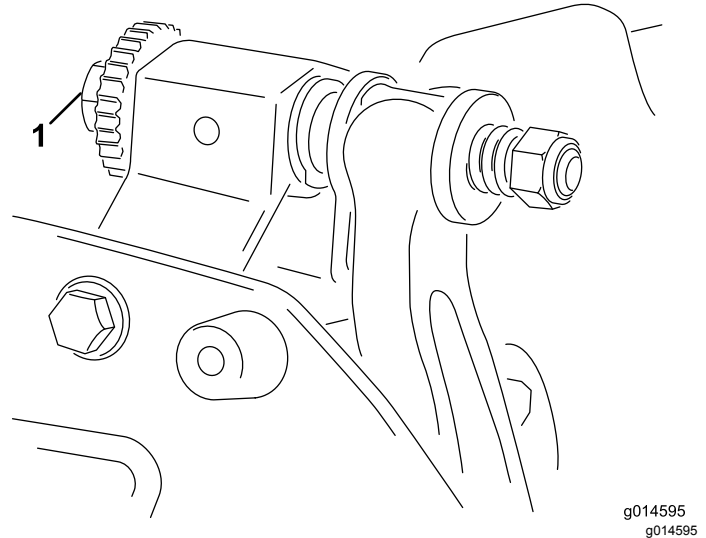

Bild 9
- Wenn Sie keinen Kontakt feststellen können, drehen Sie die Einstellschrauben des Untermesserträgers um jeweils eine Kerbe nach rechts, **Bild 9** bis Sie leichten Kontakt spüren und hören.
6. Drehen Sie die Einstellschraube des rechten Untermesserträgers (**Bild 9**), bis Sie einen leichten Druck (d. h. Widerstand) an der Beilagscheibe spüren, wenn Sie sie von einer zur anderen Seite verschieben. Entfernen Sie die Beilagscheibe.